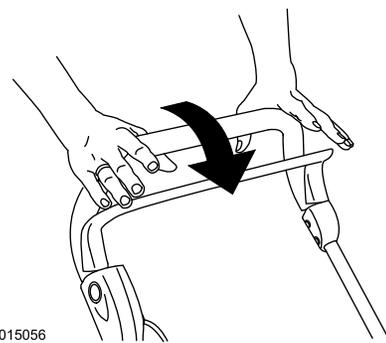

Bild 12
- Lassen Sie den Schaltbügel los (Bild 12).